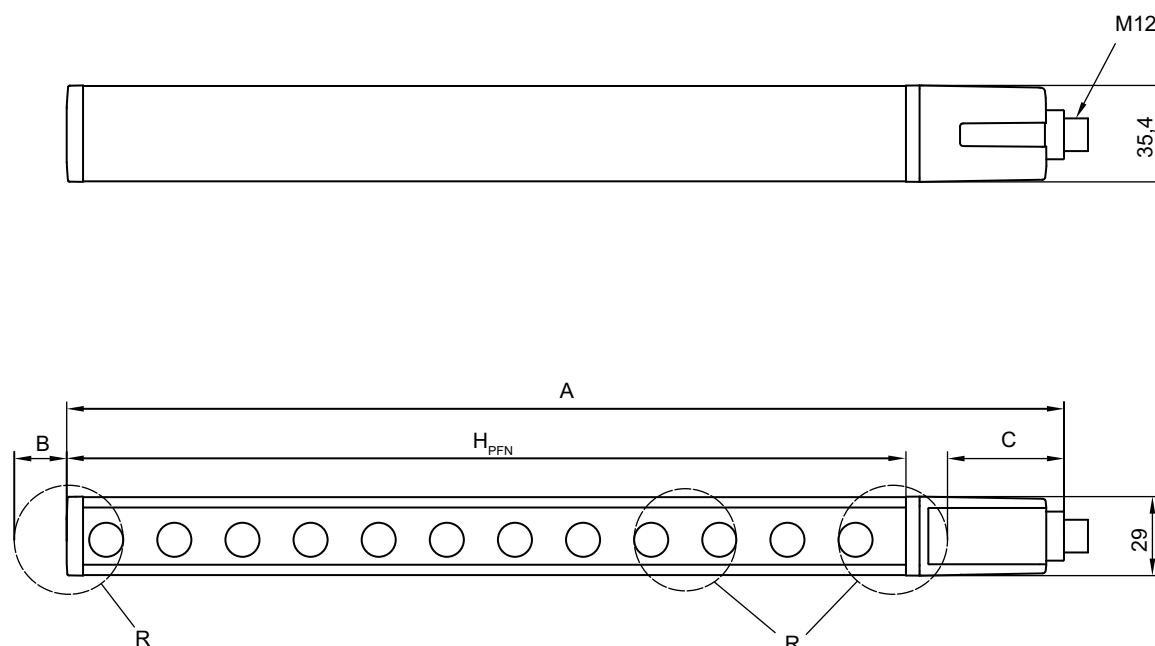

Figura 14.1: Medidas del emisor y receptor
Dimensiones	ver figura 14.1 y ver tabla 14.7
b) altura total, ver figura 14.1